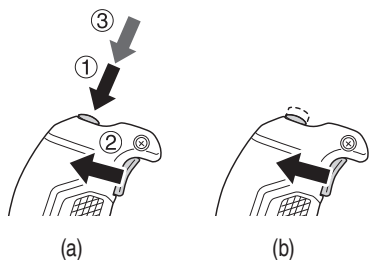

Fig. 27
Lorsque la gâchette est complètement tirée, ③ une pression supplémentaire sur le bouton de verrouillage ON/OFF verrouille la gâchette en place, ce qui permet de relâcher la gâchette pour une opération en continu. (Fig. 27 (a))
Pour déverrouiller la gâchette, tirer de nouveau sur la gâchette pour relâcher le bouton de verrouillage ON/OFF et cesser le fonctionnement. (Fig. 27 (b))